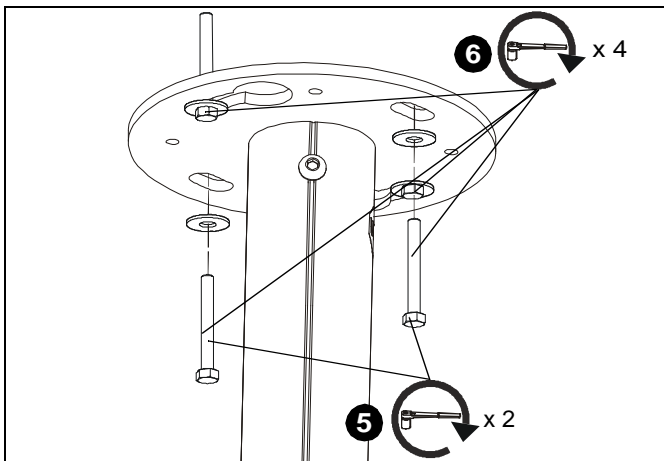

Abbildung 5
5. Setzen Sie zwei (mindestens) 7,9 mm x 12,7–19 mm (5/16" x 2–3/4")-Ankerschrauben (nicht mitgeliefert) in die Löcher an der Deckenplatte (A) und in die in die Holzbalken-Querverstrebung gebohrten Löcher ein. (Siehe Abb. 5)
6. Ziehen Sie alle vier Ankerschrauben an, um die Platte an der Decke zu fixieren. (Siehe Abb. 5)